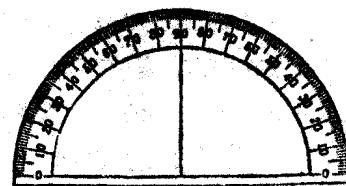

图 19 量角仪
**9. 量角仪与曲綫板** 量角仪作半圓形，如图 19，是用以量移或画出各种角度的，应使用透明較大，刻度清晰者。